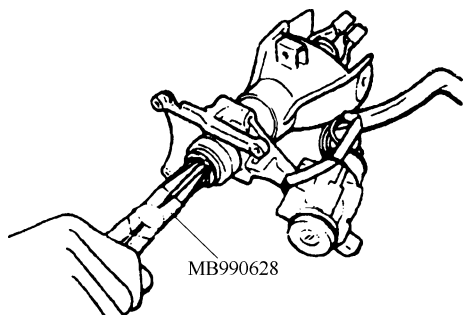

图 6-19 弹性圈的分解与重装
4) 弹性圈的分解与重装如图 6-19 所示。采用专用工具 分解与重新装配弹性圈。